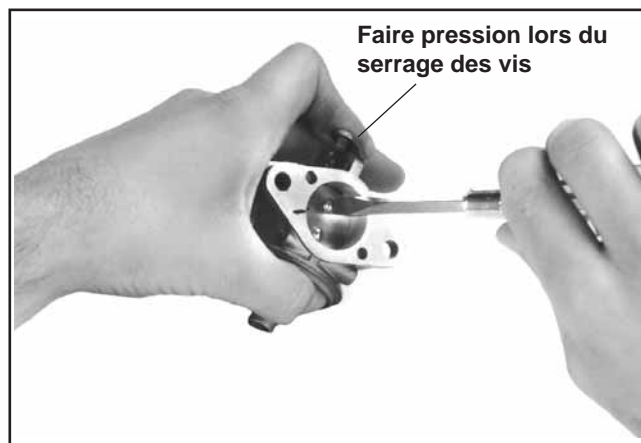

Figure 5-12. Installation du levier/tige d'accélérateur.
4. Appuyer avec le doigt sur le levier/tige d'accélérateur afin que l'ensemble reste fermement calé contre le pivot dans le corps du carburateur. Pivoter la tige d'accélérateur jusqu'à ce que la plaque d'accélérateur referme le trou autour de tout son périmètre ; puis serrer les vis. Voir la figure 5-12.